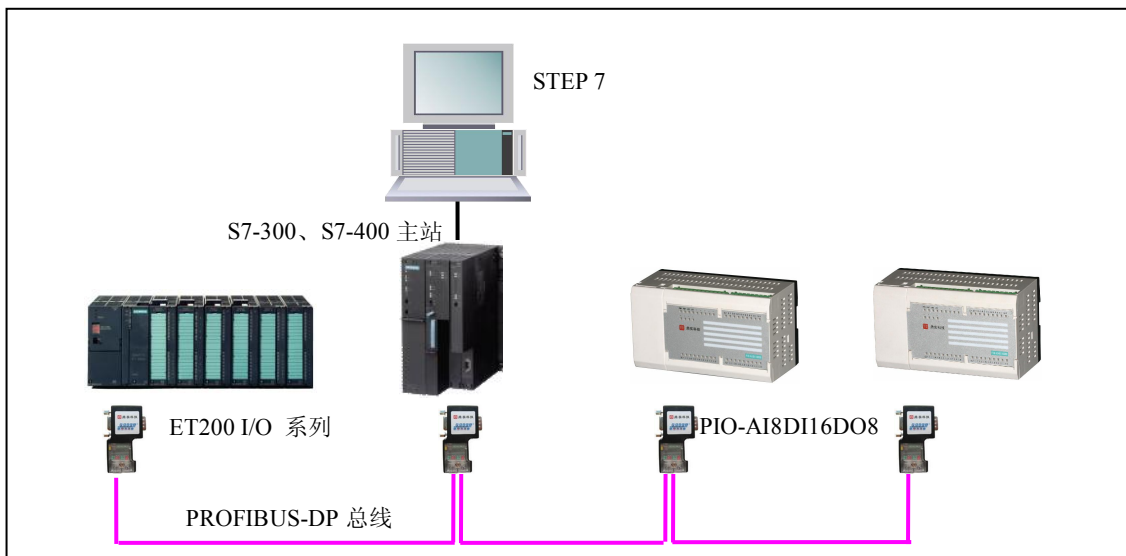

图 1-2 DS300A 一体机与 ET200 在西门子 PROFIBUS 主站 PLC 中做 I/O 扩展模块
- ① 可方便连接到西门子PLC（PROFIBUS主站：S7-3xx-2DP、S7-4xx-2DP、CP342-5、CP443-5），与使用ET200系列I/O模块完全相同，见图1-2：